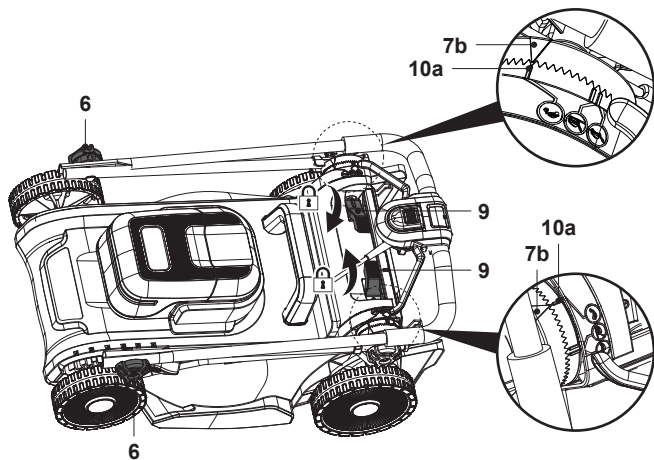

Fig. 24
- Para ahorrar espacio, también puede plegar el manillar superior; para ello, fije bien las conexiones (6, 9) y asegúrese de que el triángulo indicador (7b) esté alineado con el indicador de estacionamiento (10a) para evitar que el producto se abra (Fig. 24).